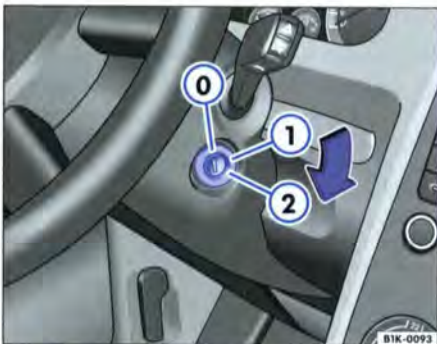

Fig. 93 Positions de la clé de contact
Dans cette position ⇒ fig. 93 ①, le contact d'allumage est coupé et la direction peut être bloquée.
– Pour lancer le moteur, tournez la clé de contact dans la position ⇒ page 103, fig. 93
②.
- Tournez la clé de contact en position ⇒ page 103, fig. 93 ① ; le témoin de préchauffage  s'allume pendant le préchauffage.
- Lorsque le témoin s'éteint ou s'il ne s'allume pas, tournez la clé de contact en position ② pour démarrer le moteur ; n'accélérez pas.
- Tournez la clé de contact en position ⇒ page 103, fig. 93 .